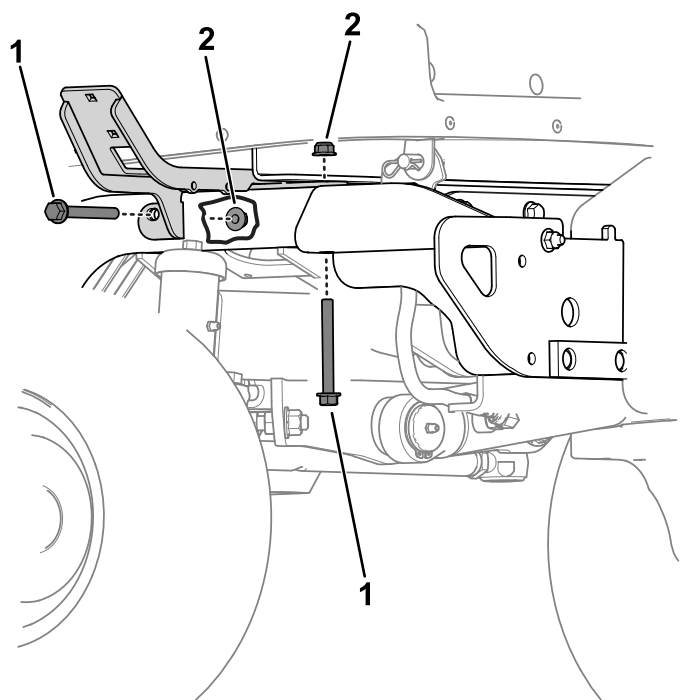

Figura 17
3. Prenda as montagens esquerda e direita aos tubos da estrutura traseira utilizando quatro parafusos de cabeça sextavada ($\frac{3}{8}$ x $3\frac{1}{4}$ pol.) e quatro porcas de bloqueio ($\frac{3}{8}$ pol.) em cada lado (Figura 17).